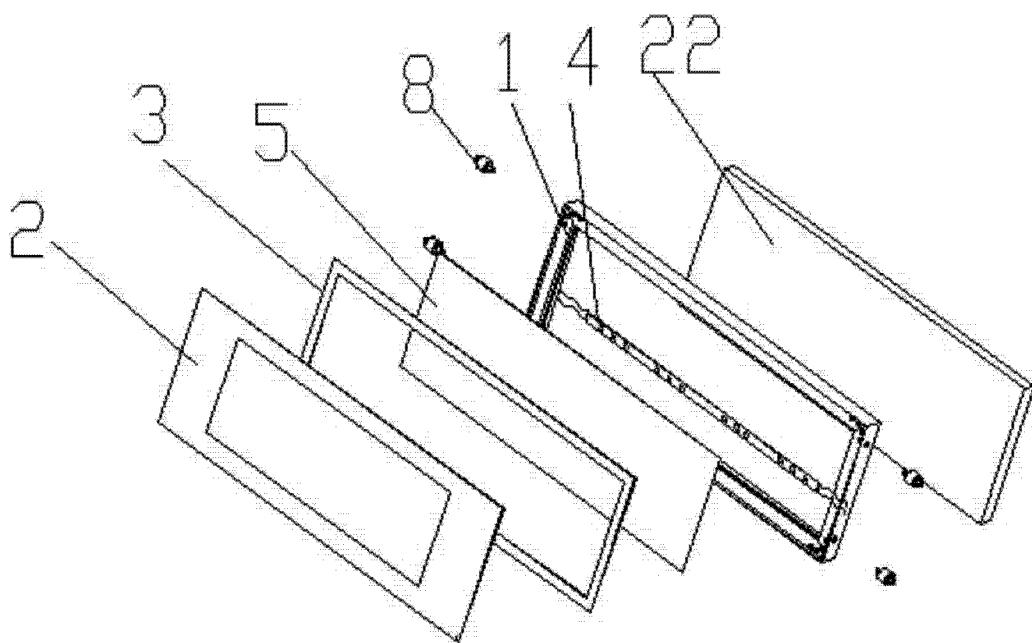

图 4
权利要求书1页 说明书4页 附图4页
- [0016] 图 4 为本实用新型中实施例三中指示牌结构改良的爆炸图；